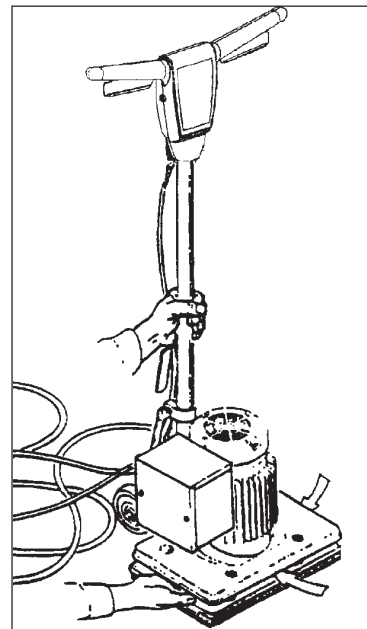

Рисунок 2
3. Возьмите машину за подъемные стороны и перенесите на грузовую площадку. См. рис. 2.